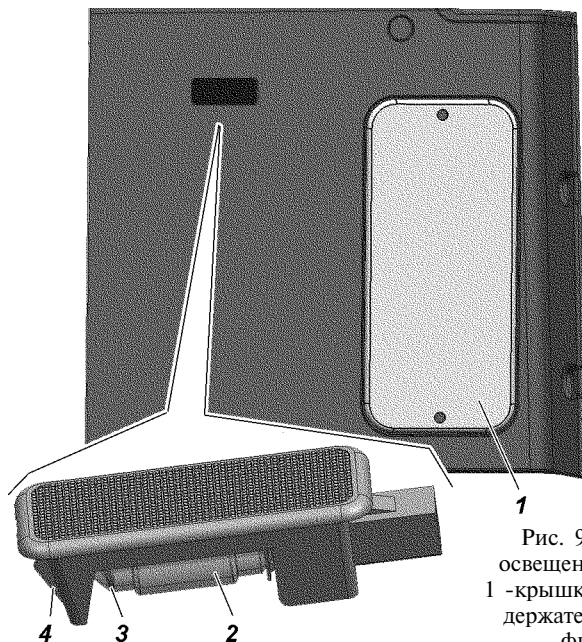

Рис. 9.54. Плафон
**Плафон освещения багажника** расположен на правой боковине багажного отделения (рис. 9.54). Для замены лампы извлеките плафон выталкиванием через боковой лючок под крышкой 1. Замените лампу 2 отжав держатель 3.